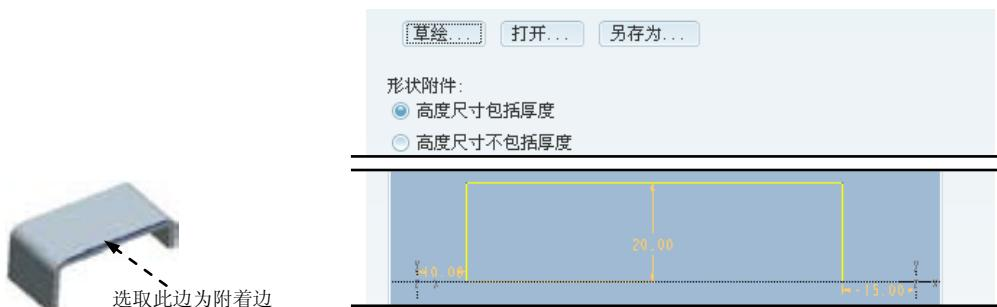

图11.2.14 定义附着边
- Step3. 在系统`选择一个边连到侧壁上`的提示下，选取图11.2.14所示的模型边线为附着边。